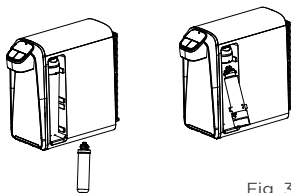

Fig. 3
4. Remova do purificador o cartucho de filtro de água em uso e, em seguida, instale no aparelho o dispositivo de limpeza contendo água sanitária (Fig. 3).